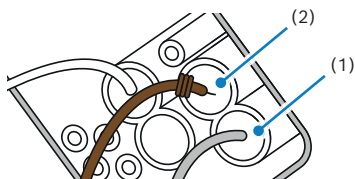

Figura 5
17. Installare il terminale del cavo bianco/nero della spina XE1 del cablaggio (camera 44) nella spina X26 del cablaggio nonché il terminale del cavo marrone e installare l'attacco di bloccaggio (Figura 5)